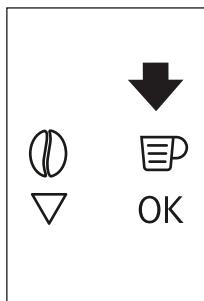
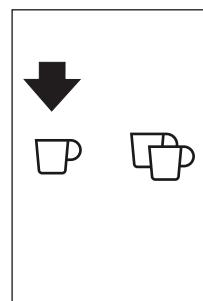
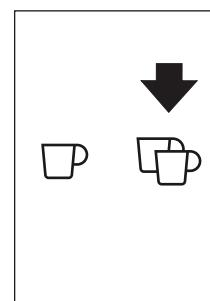

Fig. 18
Fig. 19
Fig. 20
- ▶ Premere l'icona (B5) (Fig. 18) per selezionare il tipo di caffè desiderato: espresso, tazza piccola, tazza media, tazza grande, mug. Premere l'icona (B10) (Fig. 19) se si desidera fare un caffè, se, invece, si desidera fare 2 caffè premere l'icona (B11) (Fig. 20). A questo punto la macchina macina i chicchi ed esegue l'erogazione nella tazza. Una volta ottenuta la quantità di caffè pre-impostata, la macchina ferma l'erogazione automaticamente e provvede all'espulsione della pasticca esausta di caffè nel contenitore dei fondi.